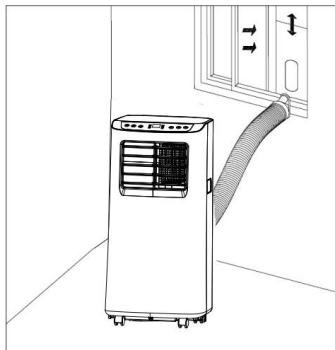
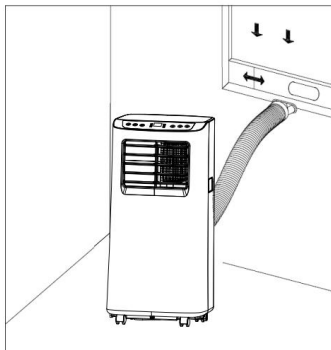

Bild 5
Bild 6
3) Förläng utblåsröret och knäpp fast utblåsrörets platta ände i hålet på försegingsplattan för fönstertätning (se bild 5 och bild 6).